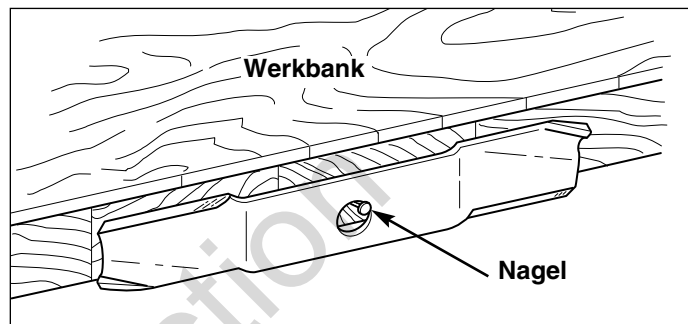

Abb. 20. Ausgewogenheit des Messers herstellen
5. Die Ausgewogenheit des Messers, wie in Abb. 20 gezeigt, herstellen. Die Bohrung des Messers an einem Nagel zentrieren, der mit einem Tropfen Öl geschmiert wurde. Ein ausgewogenes Messer bleibt in der Waagrechten.